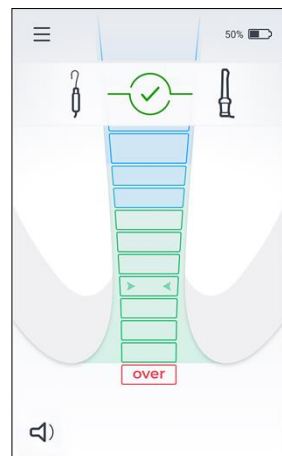

Fig. 4
3. Ikonet "Cable connection test" (kabeltilslutningstest) burde blive vist på skærmen - se fig. 4.